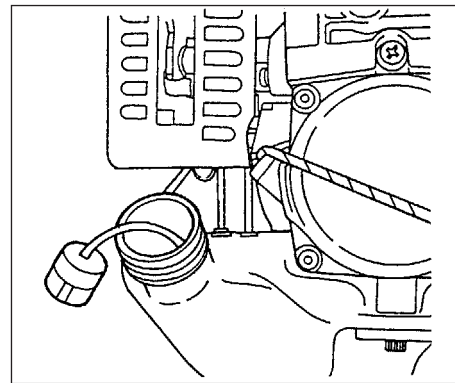

Fig. 3-2B
**Brennstoff-filter (Fig. 3-2B)**